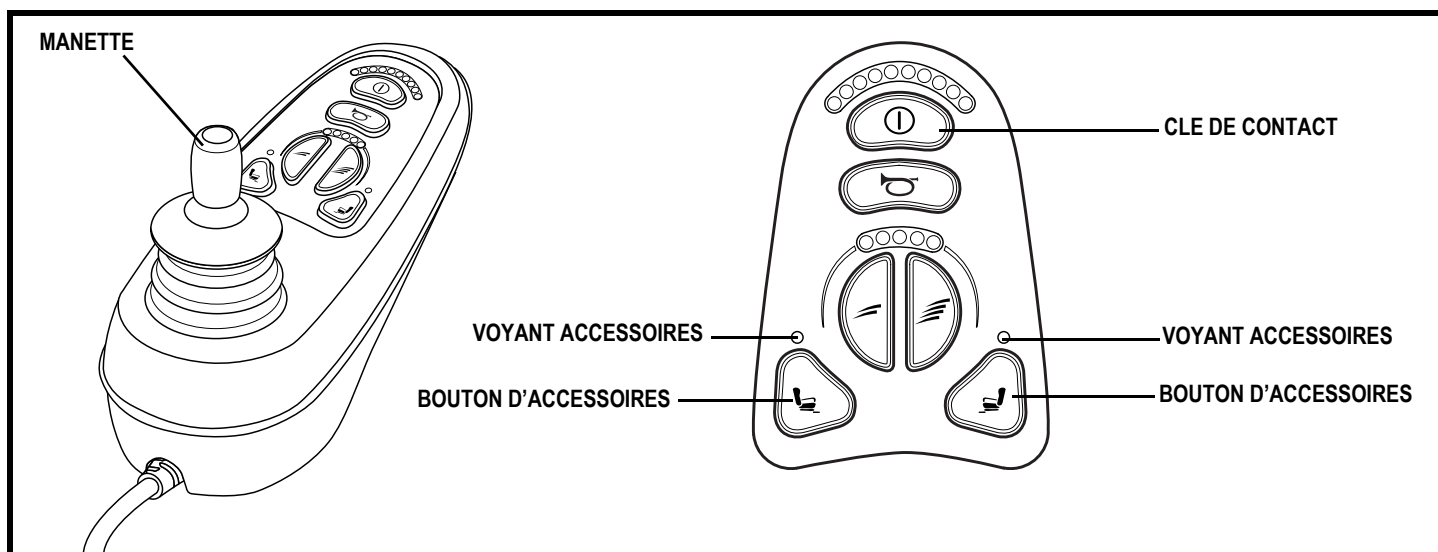

Figure 18. Clavier du contrôleur VR2 (6-boutons)
1. Pesez sur le bouton 'on/off' sur le contrôleur pour allumer le fauteuil. **Voir la figure 18.**
2. Pesez sur le bouton de l'actionneur désiré pour le sélectionné. **Voir la figure 18.**
5. Pesez sur le bouton 'on/off' pour retourner en mode de fonctionnement normal. **Voir la figure 18.**